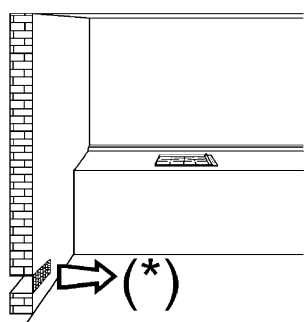
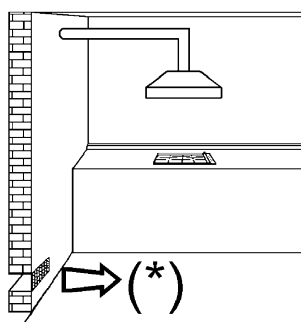
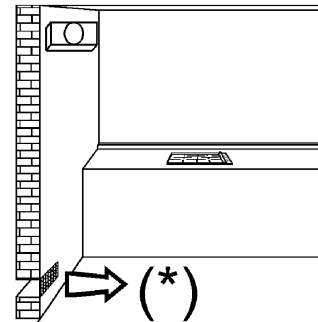

Рис. 3
Рис. 4
Рис. 5
- При сгорании газа выделяется тепло и влажность. Поэтому в помещении необходимо обеспечить хорошую циркуляцию воздуха, не загораживать отверстия для естественной вентиляции (рис. 3) и включить вытяжку (вытяжной колпак или электрический вентилятор, рис. 4 и 5).
Для правильного функционирования прибора необходимо, чтобы помещение, где он устанавливается, постоянно вентилировалось. Количество воздуха должно быть достаточным для нормального сжигания газа и вентиляции помещения, объем которого должен быть не менее 20 м3. Естественный приток воздуха должен происходить напрямую через вентиляционные отверстия в стене, выходящие наружу и имеющие сечение не менее 100 см2 (рис. 3). Эти отверстия должны быть расположены таким образом, чтобы доступ воздуха в них всегда оставался открытым. Разрешается также применение непрямой вентиляции из помещений, прилегающих к кухне, при условии соблюдения действующих норм.
Продукты сгорания, образующиеся при приготовлении пищи на газовых приборах, должны обязательно удаляться при помощи вытяжек, соединенных с вентиляционными трубопроводами, дымоходами или с отверстиями, выходящими наружу. Если нет возможности использовать вытяжку, допускается использование вентилятора, устанавливаемого на окне, или на выходящей на улицу стене (рис. 4). Этот вентилятор (рис. 5) должен включаться одновременно с прибором, при этом обязательно должны соблюдаться действующие нормы.